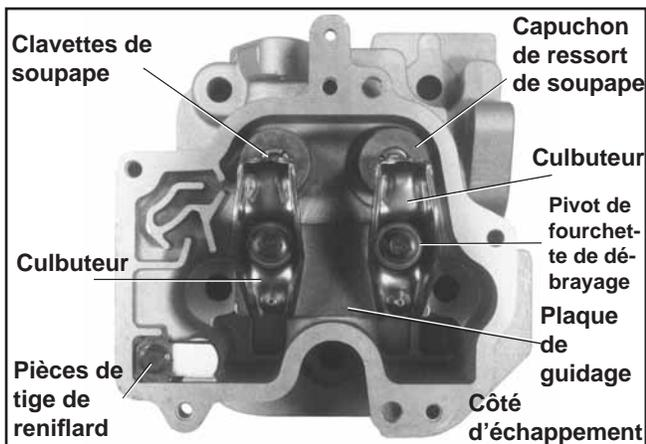
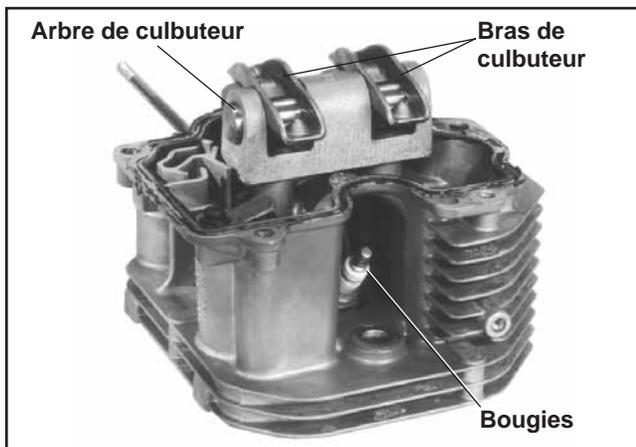

Figure 9-32. Culasse avec pivots individuellement montés/culbuteur.
Figure 9-33. Dépose de la bougie et des culbuteurs.
Deux types de culasse de base sont utilisés. L'un utilise un ensemble de pont culbuteur, comme indiqué à la figure 9-33. Le deuxième type se sert d'ensembles de culbuteurs individuellement montés, avec ou sans plaque de guidage, plutôt qu'un pont. Ce type est indiqué à la figure 9-32. Les composants sont uniques à chaque style de culasse. Suivre la procédure appropriée selon le type de configuration de culasse.
1. Retirer la bougie d'allumage. Voir la figure 9-33.
3. Culasses équipées de pont culbuteur - Figure 9-33.
**Culasses avec pivots individuellement montés/culbuteurs** - Figure 9-32.
- a. Comprimer les ressorts des soupapes à l'aide d'un outil de compression spécial. Voir la figure 9-32.